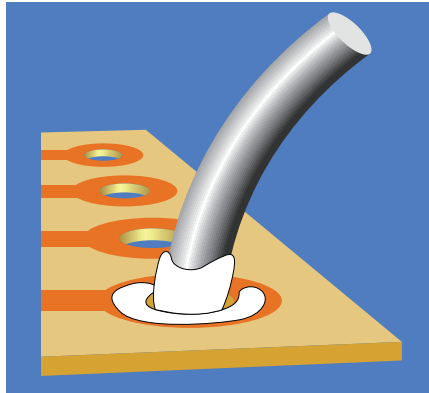

图 4-54 焊料太少（或热量不足）会使焊接后的引脚仍然与多孔板上的铜印制线分离，发丝一样细的裂缝也足以断开电路连接
**2. 焊料不足。**如果焊接点处的焊料不足，待焊接点冷却后，引脚可能会破坏焊料，甚至非常微小的裂缝也能让电路停止工作。在极端情况下，焊料粘在引脚上，也粘在引脚周围的铜印制线上，但就是不在引脚和印制线之间形成连接，结果就是引脚被焊料环绕，却不与焊料接触，如图 4-54 所示。不用放大镜仔细观察的话，这个问题很难发现。